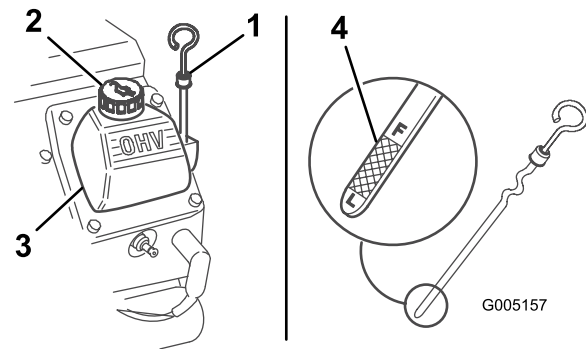

Figura 8
3. Limpie alrededor de la varilla de aceite (Figura 8).
4. Retire la varilla y limpie el extremo metálico (Figura 8).
5. Introduzca la varilla a fondo en el tubo de la varilla (Figura 8).
7. Si el nivel de aceite es bajo, limpie alrededor del tapón de llenado y retire el tapón (Figura 8).